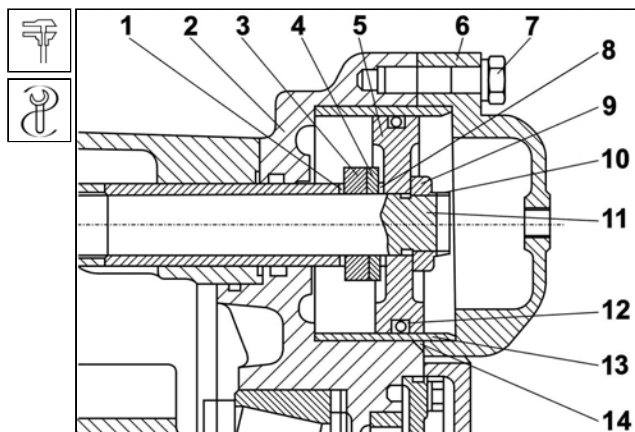

Рис. 4.3 Цилиндр переключения раздаточной коробки
12. Установить ограничительные шайбы **1** на штоке (поперечной рулевой тяге) **11** (Смт. Рис. 4.3).
19. Вывернуть гайку **10** (Смт. Рис. 4.3) и снять поршень из цилиндра. Между поршень **1** и шайбу **3** вложить ограничительные шайбы **2** толщиной Z_1 .